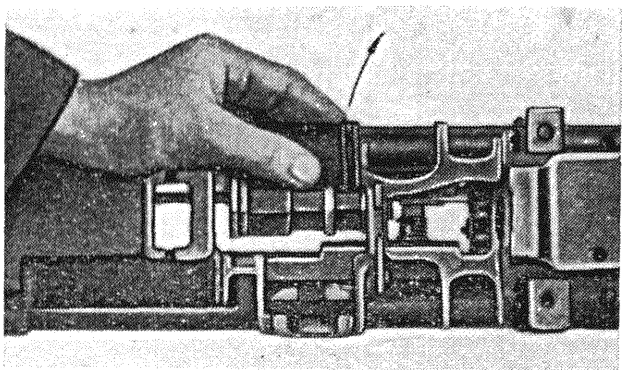

Рис. 78
8. Вложить собранную шторку приемника в радиусные пазы коробки и сдвигать ее легкими ударами влево вниз до тех пор, пока пазы под отражатель будут открыты полностью (рис. 78).